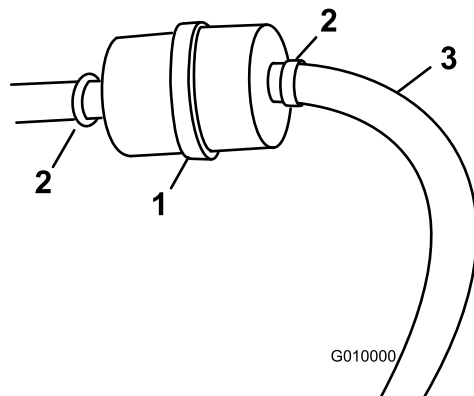

图51
3. 松开软管夹将它们滑离滤芯 图51。
5. 安装新的滤芯并固定软管夹 图51。
3. 松开燃油滤芯上的软管夹、沿燃油管向上滑动、使之离开燃油滤芯 图51。
4. 从燃油滤芯上断开燃油管 图51。
注意 让汽油排入燃油容器或放油盘 图51。
6. 将软管夹滑近燃油滤芯、固定燃油管 图51。